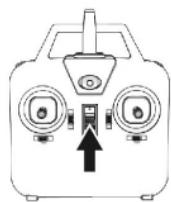

Рис.1
1. Включите пульт управления и поставьте модель вертолета рядом (рис. 1)